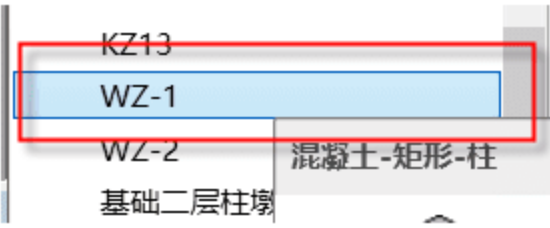
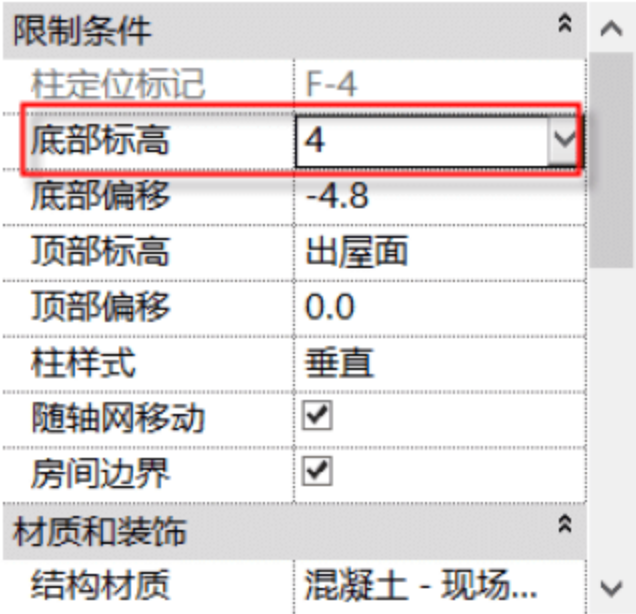
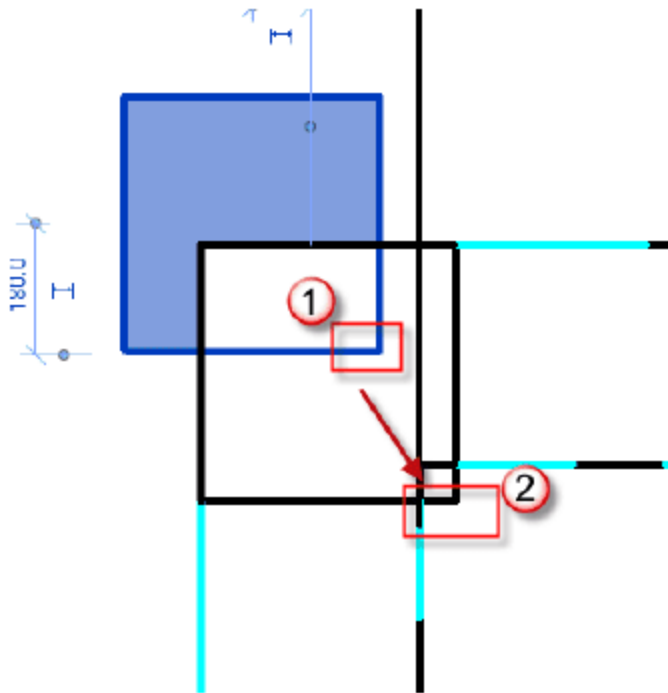
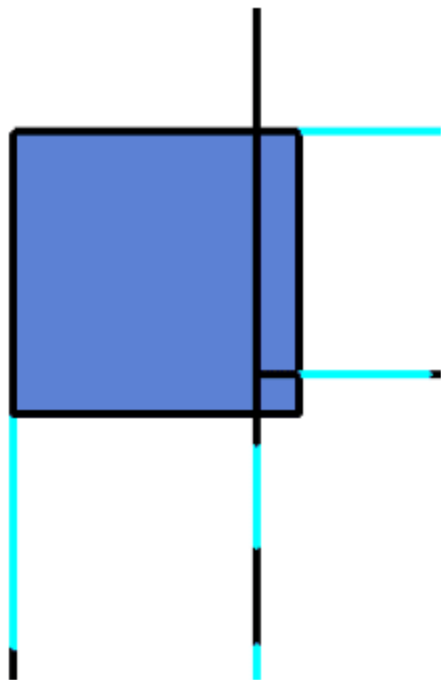

图 5.2.27 选择柱类型
图 5.2.28 修改标高
图 5.2.29 调整 WZ-1 位置
图 5.2.30 调整完成
(6) 绘制 WZ-1。按快捷键 C+L（绘制柱命令），在“属性”面板中选择“混凝土-矩形”柱类型，选择 WZ-1，如图 5.2.27 所示。由立面图可将“底部标高”设置成“第 4 层”，如图 5.2.28 所示，最后将 WZ-1 绘制在柱定位处，如图 5.2.29 和图 5.2.30 所示。